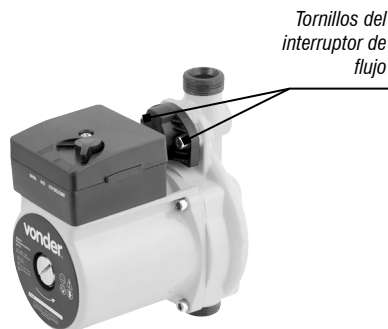

Fig. 10 – Retirar los tornillos del interruptor de flujo
- c. Retire los tornillos del interruptor de flujo (fig. 10).